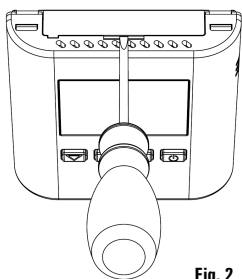

Fig. 2
1. À l'aide d'un tournevis plat, extraire le compartiment des batteries (Fig. 2 et 3).
- 1 Extraire le compartiment des batteries : introduire la pointe d'un tournevis plat dans la fente et soulever le compartiment selon les indications en figure 2 et 3.